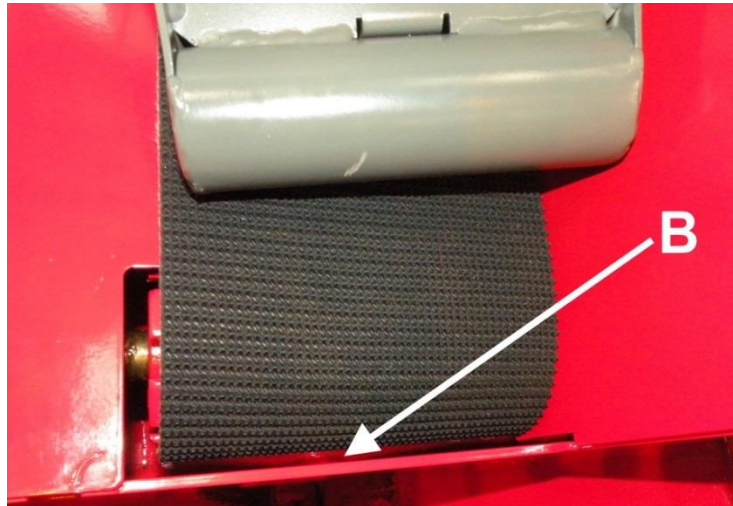
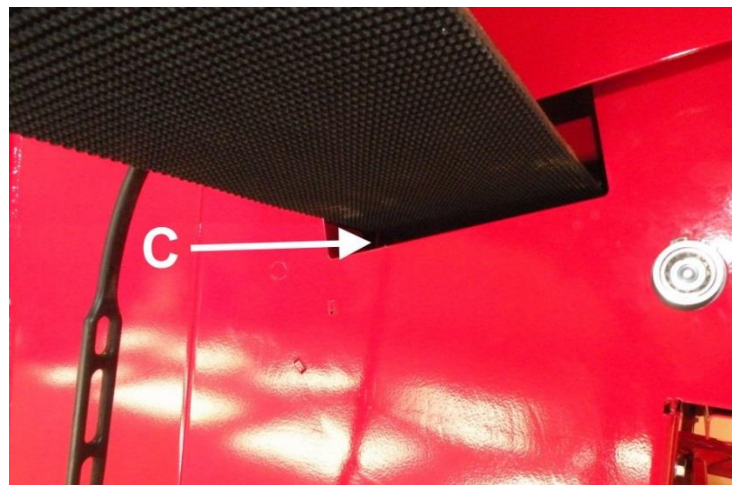

Bild 27
Bild 28
6. Montera det nya bandet från inmatningstransportörens dragrulle genom hålet B (Bild 27) tills du kan dra det från andra hållet C (Bild 28). Obs. Avlägsna vid behov inmatningstransportörens skydd enligt anvisningarna i kapitel 4.5.